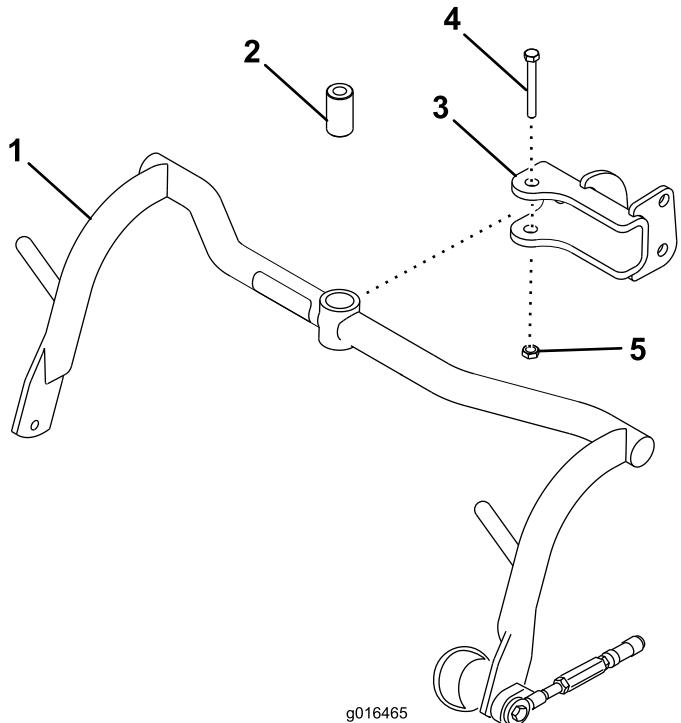

Рисунок 8
1. Закрепите узел несущей рамы в каждой вилке, используя прокладку, болт на 1/2 x 3-1/4 дюйма и контргайку на 1/2 дюйма (Рисунок 8). Затяните с моментом 91–113 Н•м.